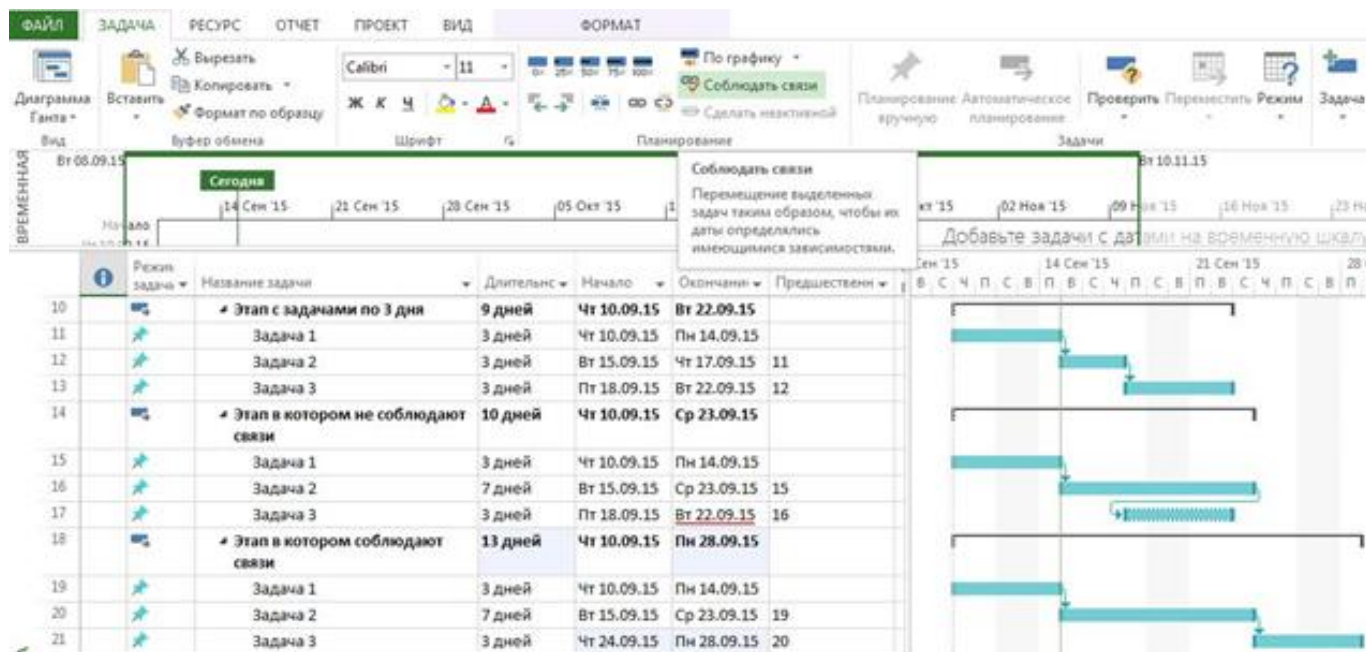

Рисунок 21 – Ручные задачи и команда «Соблюдать связи»
**Ручное планирование (режим задачи)** используется в том случае, когда нужно жестко зафиксировать даты начала/окончания задачи, чтобы они не сдвигались от входящих связей, назначенных ресурсов и др. (например, даты работ по контракту могут быть смоделированы через ручное планирование) (Рисунок 21).